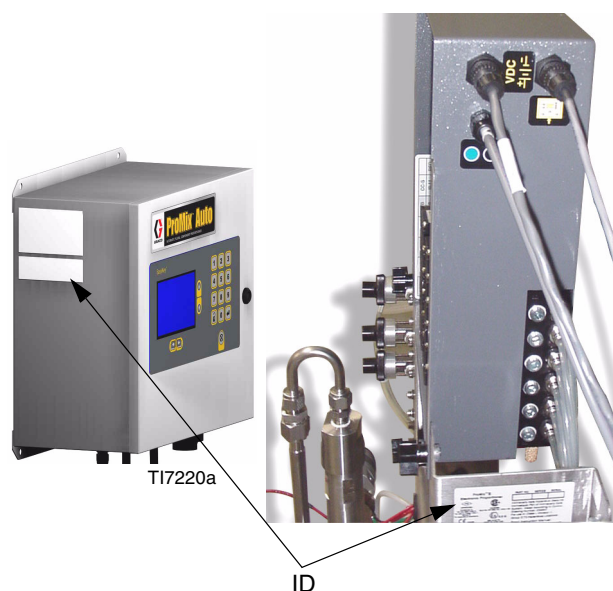

図 . 11: EasyKey ディスプレイと壁面取付液体パネル
非危険区域用として承認された装置を危険区域に設置しないで下さい。ご使用の機種種の安全定格については EasyKey ディスプレイ上の識別 (ID) ラベル (図 . 11) を確認して下さい。ProMix™ A オートモデル頁 4 をご参照ください。6 頁の警告をよくお読みください。